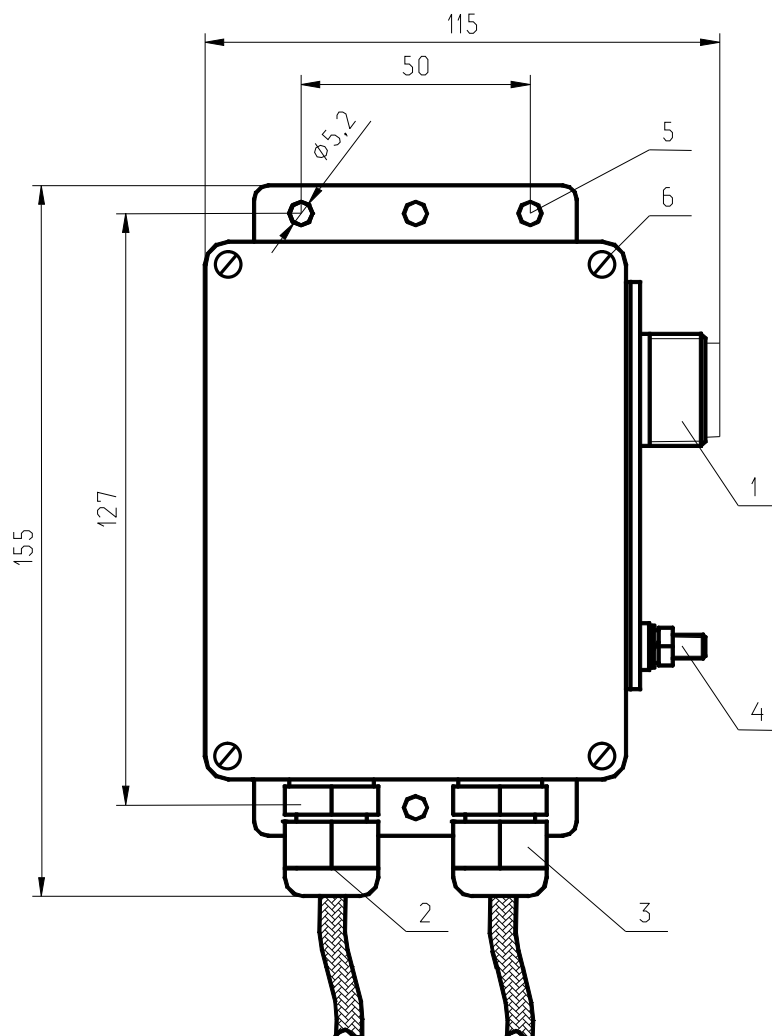

Рис. 1. Внешний вид источника высокого напряжения ИВН-02Е.
7.2. Порядок подключения кабеля к клеммной колодке следующий (см. Рис. 1).
- отвинтить четыре винта М3,5 крепления крышки (6) и снять крышку;
- отвинтить уплотнительную гайку кабельного ввода (2);
- протянуть кабель клеммника KL1 (цепи питания) через кабельный ввод (2) и затянуть уплотнительную гайку;
- отвинтить уплотнительную гайку кабельного ввода (3);
- протянуть кабель клеммника KL2 (подключение ионизационного зонда) через кабельный ввод (3) и затянуть уплотнительную гайку;